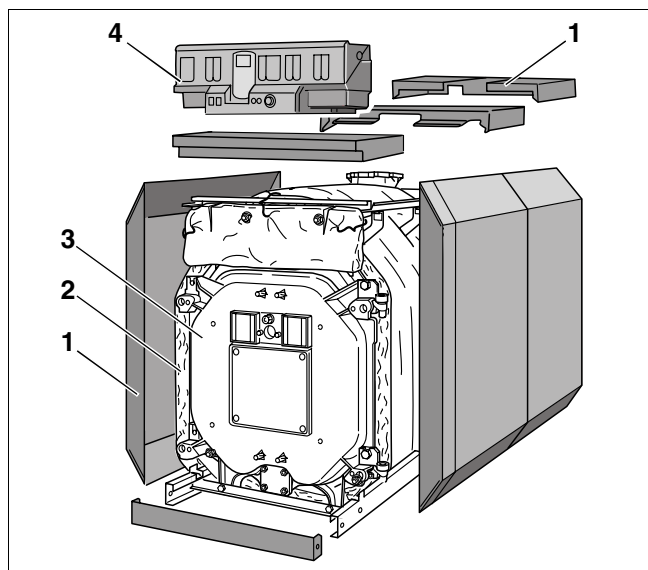
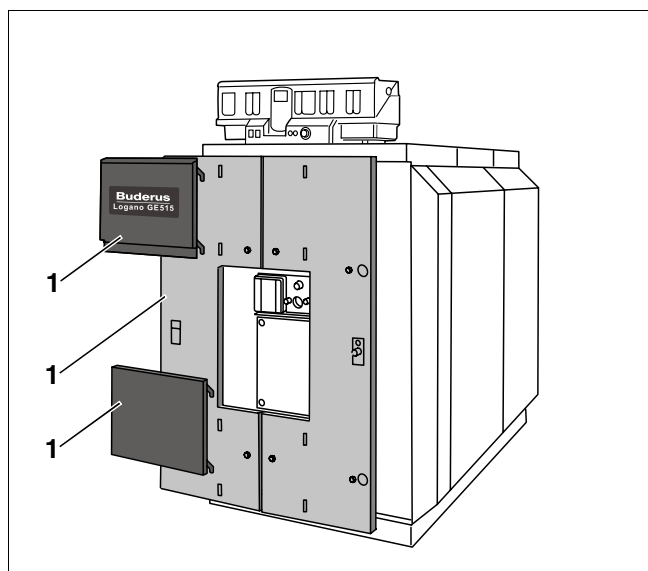

Fig. 1 Olje-/gass-spesialkjel Logano GE515
Fig. 2 Olje-/gass-spesialkjel Logano GE515
- Kjelblokk (Fig. 1, **Pos. 3**).
- Kjelmantel (kledning, Fig. 1 og Fig. 2, **Pos. 1**),
isolasjon (Fig. 1, **Pos. 2**).
- Kontrollpanel (Fig. 1, **Pos. 4**)